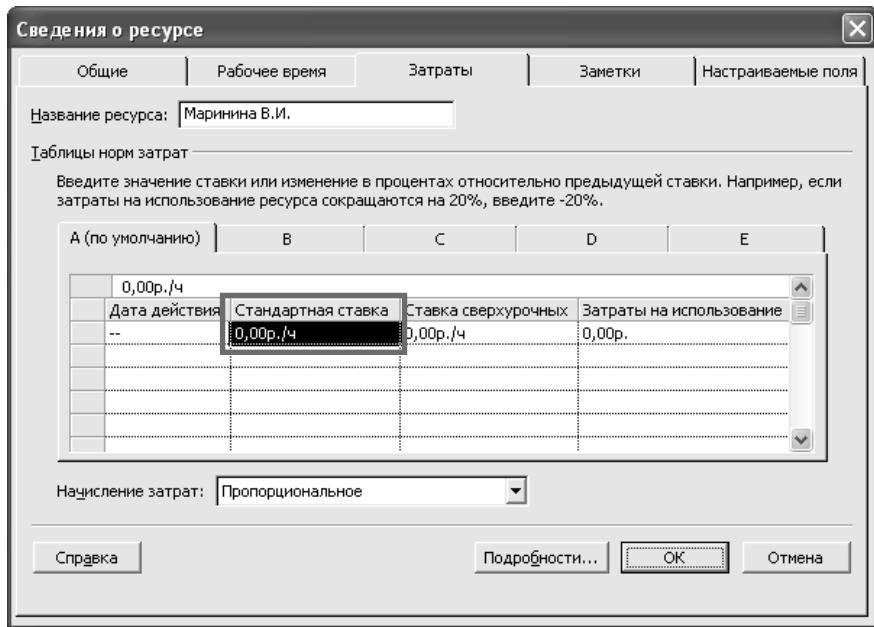

Рис. 25. Встановлення норм витрат ресурсів
4. У вікні **Відомості про ресурс** переайдіть на закладку **Витрати**. (рис. 25).